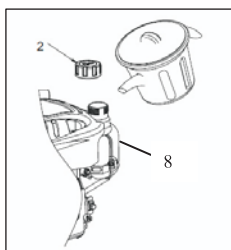

Fig 5
1. Rimuovere il tappo del serbatoio (2).
2. Aggiungere carburante fino al segno di livello massimo posto sul collo del serbatoio (8) (vedi Fig. 5).
5. Capacità (8) del serbatoio: 1,2l (0,317 US gal, 0,263 UK gal)